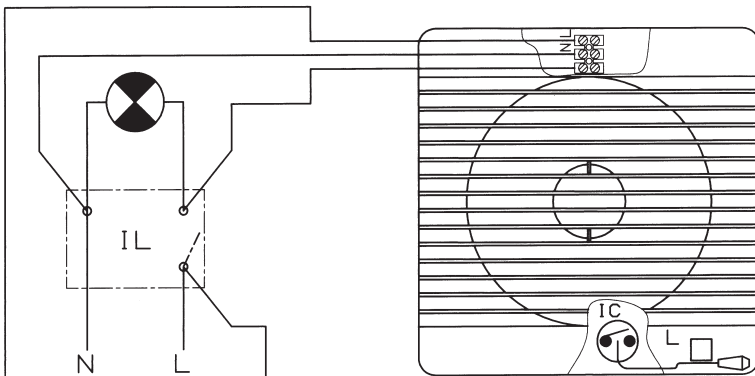

Fig. 11
**Sposób 3:** Praca automatyczna + wyłącznik światła (Fig. 11).